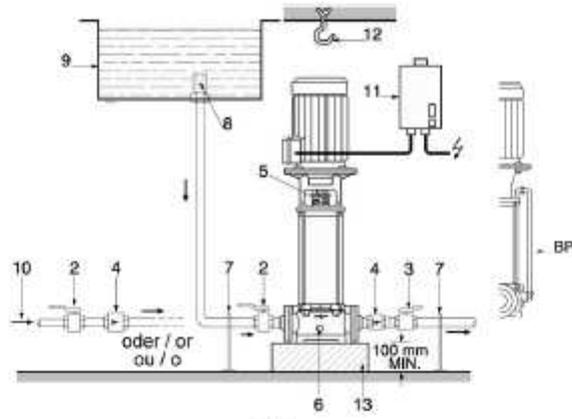

Fig. 2
Запорные фланцы (рис. 2, поз. 2 и 3) должны быть установлены до и после насоса, чтобы избежать необходимости опорожнения и повторного заполнения системы в случае демонтажа баины насоса. Для уменьшения потерь давления рекомендуется делать всасывающий трубопровод как можно короче, а его диаметр должен быть не менее номинального диаметра всасывающей па труба на насоса. Также избегайте лишних колен, у трубопровода и установите арматуры неподходящего проходного сечения. На напорном трубопроводе должен быть установлен обратный клапан (рис. 2, поз. 4). При перепаде давлений более 6 бар, обратный клапан должен быть установлен на всасывающем трубопроводе. В этом случае на напорном трубопроводе устанавливать обратный клапан не требуется. Торцевое уплотнение должно быть защищено от работы при сухом ходе. Пользователь должен установить датчик давления на всасывающем трубопроводе или датчик уровня (при заборе воды из резервуара).
Если забор воды производится из резервуара, необходимо установить фильтр на всасывающей магистрали (рис. 2, поз. 8), чтобы предотвратить попадание грязи в насос.
При работе с горячими или агрессивными средами должна быть установлена перекрестная трубка (рис. 2, поз. BP – принадлежность).
- Закреть оба запорных крана (перед насосом и после него) и отвернуть винт (рис. 2, поз. 5) для удаления воздуха из насоса на полтора-два оборота.
- Медленно открыть запорный кран (рис. 2, поз. 2) на входе в насос, подождать пока воздух не выйдет из насоса полностью и из отверстия для удаления воздуха не начнет течь вода. Заверните винт.
Если место установки не защищено от замерзания, то в холодное время года необходимо слить воду из насоса и трубопровода. Для слива воды из насоса необходимо: закрыть запорные вентили на всасывающем и напорном трубопроводах, открыть сливное отверстие (рис.2, поз. 6) и винт для удаления воздуха (поз. 5).